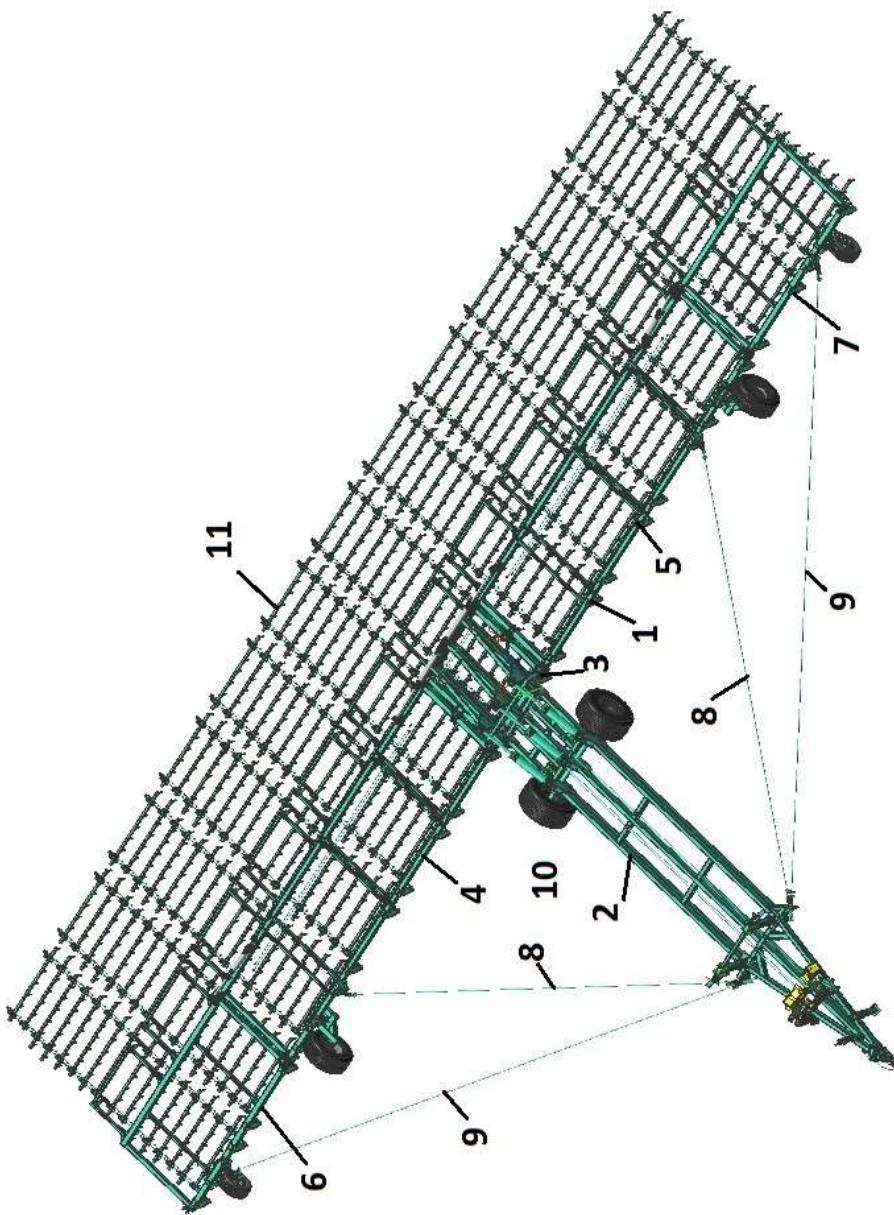

Рисунок 1 – Общий вид бороны в рабочем положении
3.1 Борона БЗШ (рис. 1) представляет собой полуприцепную машину, состоящую из: рабочей части 1, транспортной тележки 2, растяжек крыльев 8 и открылок 9, гидросистемы 10. Общий вид бороны в транспортном положении показан на рисунке 2.
- установить растяжки крыльев и открылоков (рис. 1) и отрегулировать их